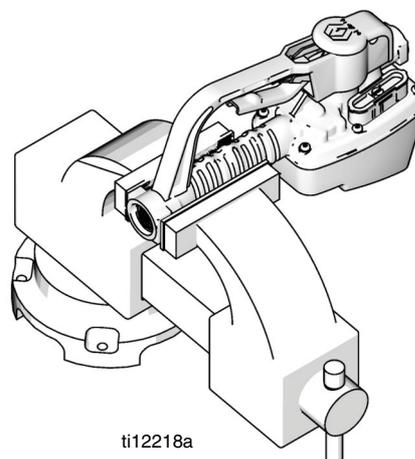

FIG. 4
4. Fissare il dosatore in una morsa (FIG. 4).